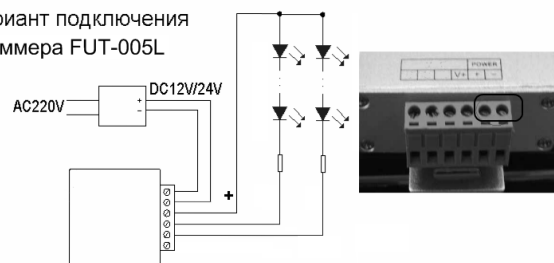

Рис.1
- Соедините источник питания, диммер и светодиодный источник света (LED модули, LED ленты, LED светильники) согласно схеме на рис.1.